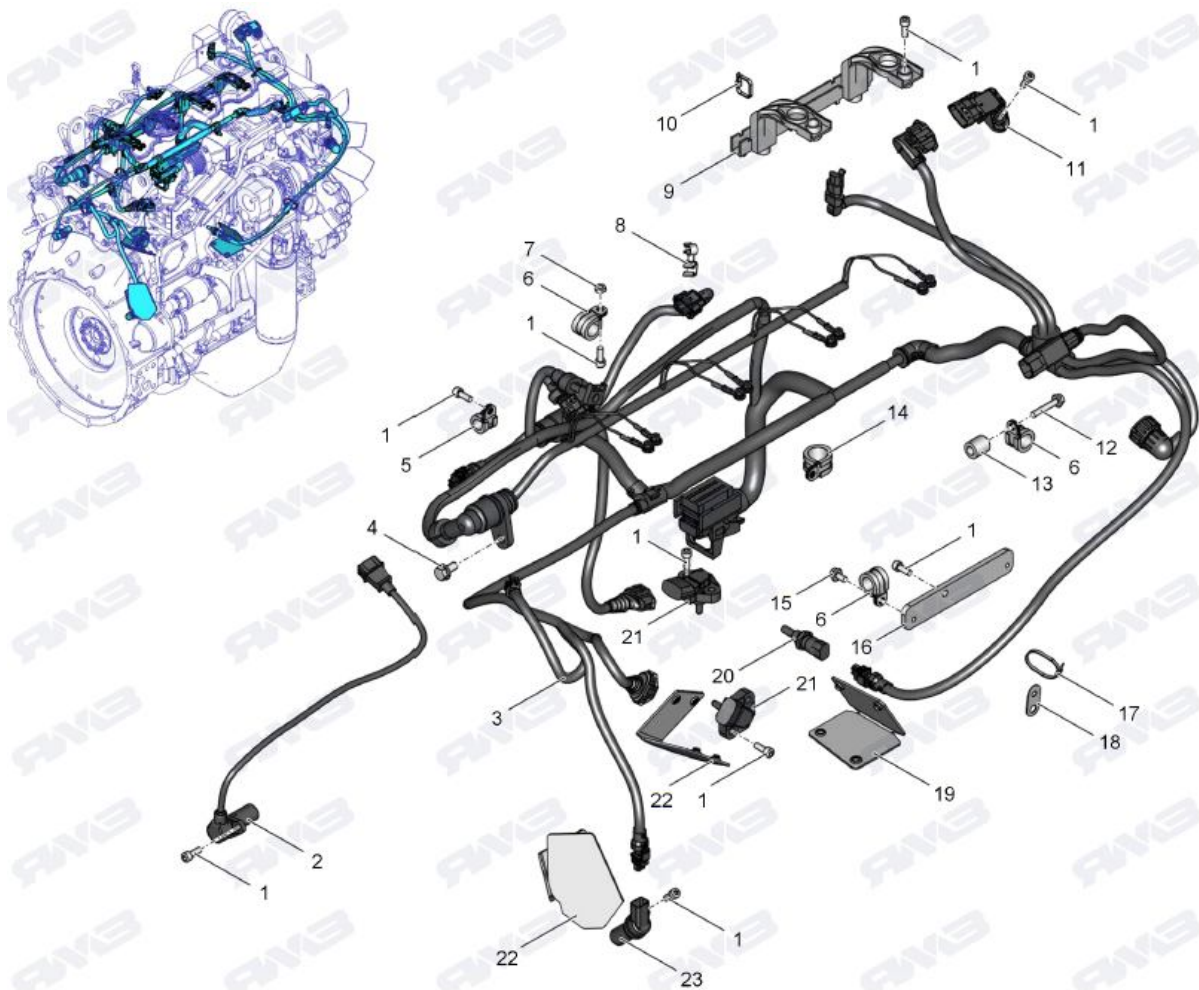

Рис. 12.
1. Снять 2 кронштейна (9) рис.12 крепления жгута отвернув 8 винтов (1) М6-6gx16-8.8 ключом Sвн 5.
4. Установить датчик положения распределительного вала (2) рис.12 и датчик чистоты вращения двигателя (23) в соответствующие отверстия картера маховика, ввернув винты их крепления обеспечив момент затяжки $M_{кр}$ от 8 до 10 Н м.
5. Установить датчик температуры и давления воздуха (11) на патрубок впускной, ввернув винт его крепления, обеспечив момент затяжки $M_{кр}$ от 8 до 10 Н·м.
- датчика температуры и давления топлива и масла (21),
- датчик частоты вращения двигателя (23)
- датчик температуры охлаждающей жидкости (20)
2. Установить жгут проводов в расточку головки цилиндров, разложив провода жгута проводов в канавках кронштейнов и ввернув болт М8-6gx16-8.8 (8) рис.12, обеспечив затяжку моментом $M_{кр}$ от 20 до 25 Н·м.
3. Закрепить клеммы проводов жгута на инжекторах, завернув гайки крепления клемм предварительно от руки, окончательно обеспечив затяжку моментом $M_{кр}$ от 1,25 до 1,75 Н·м. Закрепить провода жгута инжектора в канавках кронштейнов с помощью стяжек (10).
4. Подсоединить разъёмы жгута проводов к соответствующим датчикам и закрепить жгут: хомутом (5) ввернув винт М6-6gx16-8.8; хомутом (6) ввернув винт М6-6gx16-8.8 (1), скобой (8); хомутом (6), ввернув болт М6-6gx35-8.8 (12), хомутом (14), хомутом (6) ввернув болт М6-6gx12-8.8 (15), скобой (8), хомутами кабельными (17)